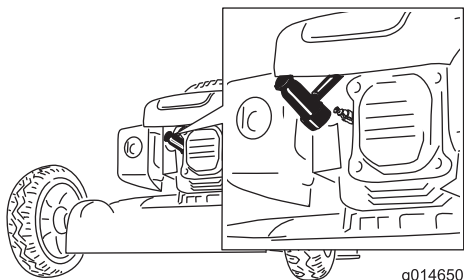

Figure 19
2. Débranchez le fil de la bougie (Figure 19) avant de procéder à un quelconque entretien.